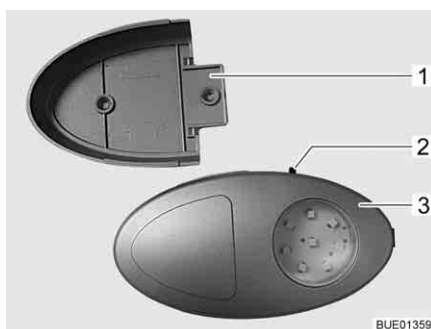
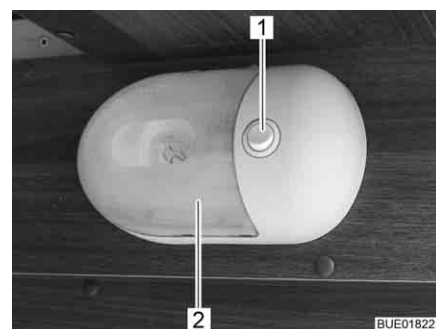

Bild 97 Klädskåpslampa/ficklampa
Bild 98 Klädskåpslampa
- ▷ Klädskåpslampan kan dras ut från skruvhållaren (Bild 97,1) och användas som ficklampa.
På-/av-brytaren (Bild 97,2 eller Bild 98,1) sitter direkt på klädskåpslampan (Bild 97,3 eller Bild 98,2).